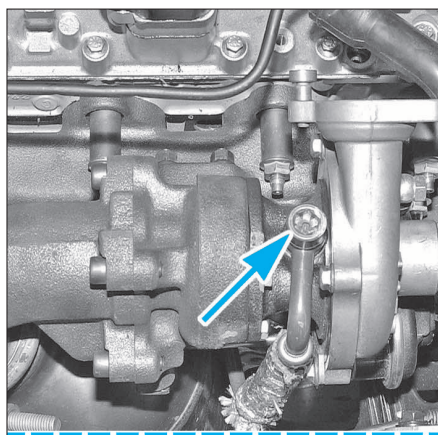

FIG. 53
- Débrancher le tuyau de lubrification de turbocompresseur (Fig.53) et la durit de retour.